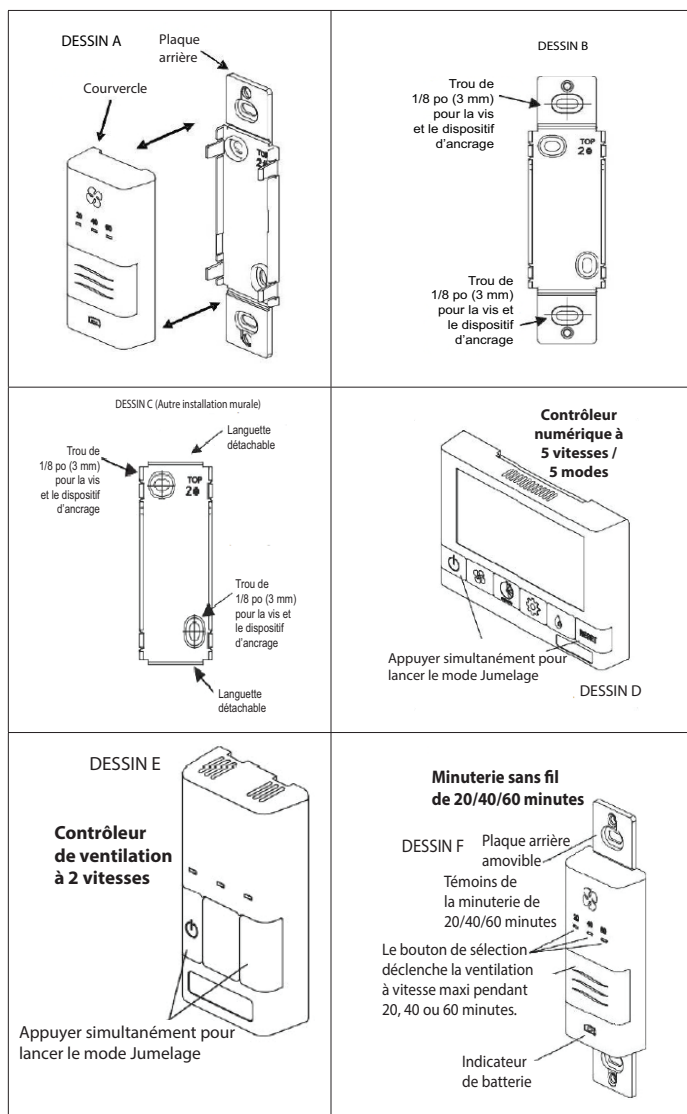

Figure 35. Installation de la minuterie sans fil
2. **Couplage de la minuterie sans fil de 20/40/60 minutes avec le contrôleur numérique à 5 vitesses / 5 modes:** Appuyer simultanément sur les boutons droit et gauche du contrôleur principal mural  et sur le bouton RESET). L'écran s'éteint et l'icône sans fil  clignote dans le coin inférieur droit de l'affichage. Ceci indique que le contrôleur principal est maintenant en mode de couplage (Figure 35, Dessin D).
3. **Couplage de la minuterie sans fil de 20/40/60 minutes avec le contrôleur mural Déshumidistat/Ventilation:** Appuyer simultanément sur les boutons droit et gauche du contrôleur principal mural  et soit sur  ou  en fonction du contrôleur principal). Les trois DEL de la rangée inférieure commencent à clignoter. Ceci indique que le contrôleur principal est maintenant en mode de couplage (Figure 35, Dessin E).
1. Séparer le couvercle de la plaque arrière en les écartant fermement (Figure 35, Dessin A).
2. Pour monter le contrôleur sans plaque décorative, casser les languettes supérieure et inférieure et voir la Figure 35, Dessin C, pour le montage.
- Placer la plaque arrière du contrôleur à l'endroit souhaité sur le mur et marquer avec un crayon l'emplacement des trous supérieur et inférieur pour les vis de fixation (Figure 35, Dessin B ou C). Percer deux trous de 1/8 po (3 mm).
- Remonter le couvercle sur la plaque arrière (Figure 35, Dessin A)